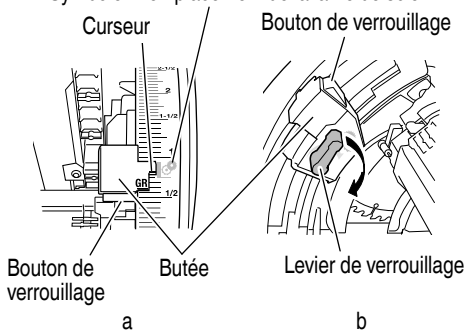

Fig. 13
- (1) Retirez soigneusement toute sciure qui s'est accumulée sur la broche, la vis et les rondelles.
- (2) Appuyer sur le bouton de verrouillage et le déplacer.
- (3) Le déplacer de manière à ce que le curseur se trouve sur le symbole "Remplacement de la lame de scie". (Fig. 13-a)
- (4) Relâcher le bouton de verrouillage.
- (5) Tourner le levier de verrouillage dans le sens des aiguilles d'une montre. (Fig. 13-b)
- (6) Pousser le bouton de déverrouillage vers l'avant et abaisser légèrement le moteur. Relâcher le bouton de déverrouillage.
- (7) Abaisser le moteur jusqu'à l'encliquetage dans la butée.
- (8) Tournez lentement la broche de la scie à l'aide de la clé à six pans dans la vis de blocage de la lame jusqu'à ce que le verrouillage s'enclenche.